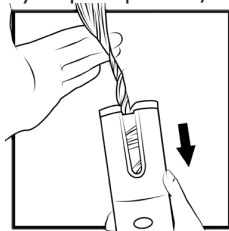

Рис. 7
- Отпустите кнопку начала работы (4), как только прядь полностью будет намотана на рабочую поверхность (1);
- Освободите прядь, потянув прибор вниз, как показано на Рис. 7;